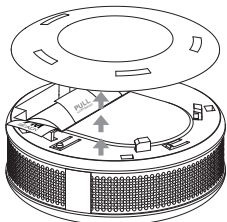

Fig. 2
2. Retirez le couvercle (Fig. 2).